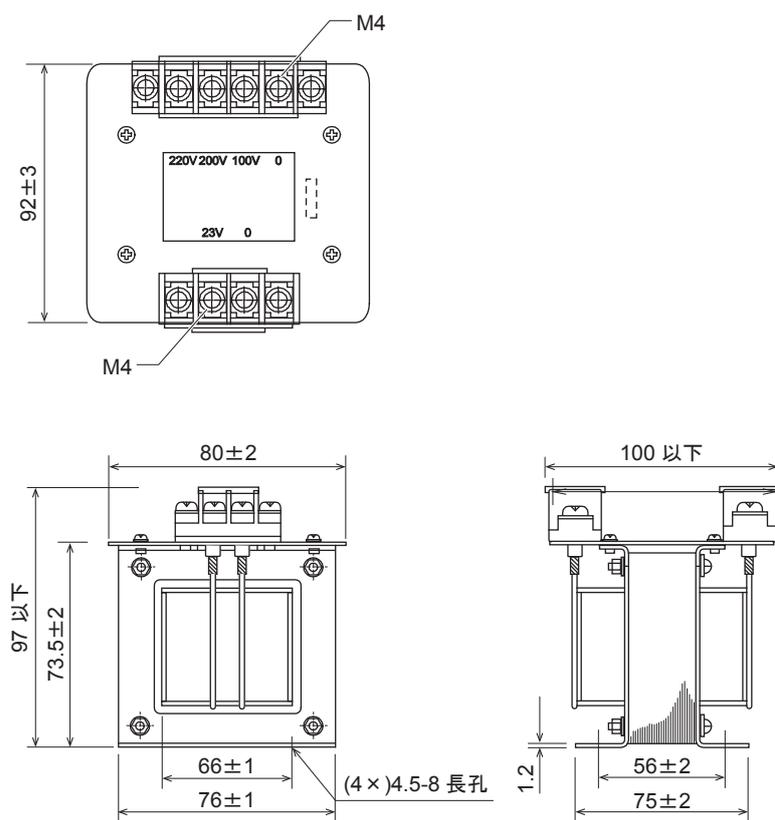

図1 外形寸法図 (mm)
- パネル面に取り付ける場合は、取付脚にある4個の取付穴 (図1参照) を利用し、M4のねじ、ナットを使用して取り付けます。
(参照) 『図1 外形寸法図 (mm)』